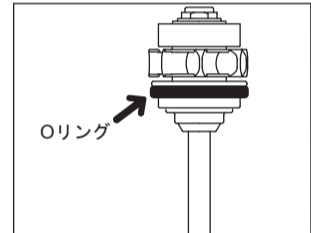

図9
- ・カートリッジの1本のOリングが、正しく取り付けられているか確認してからセットしてください。(図9)